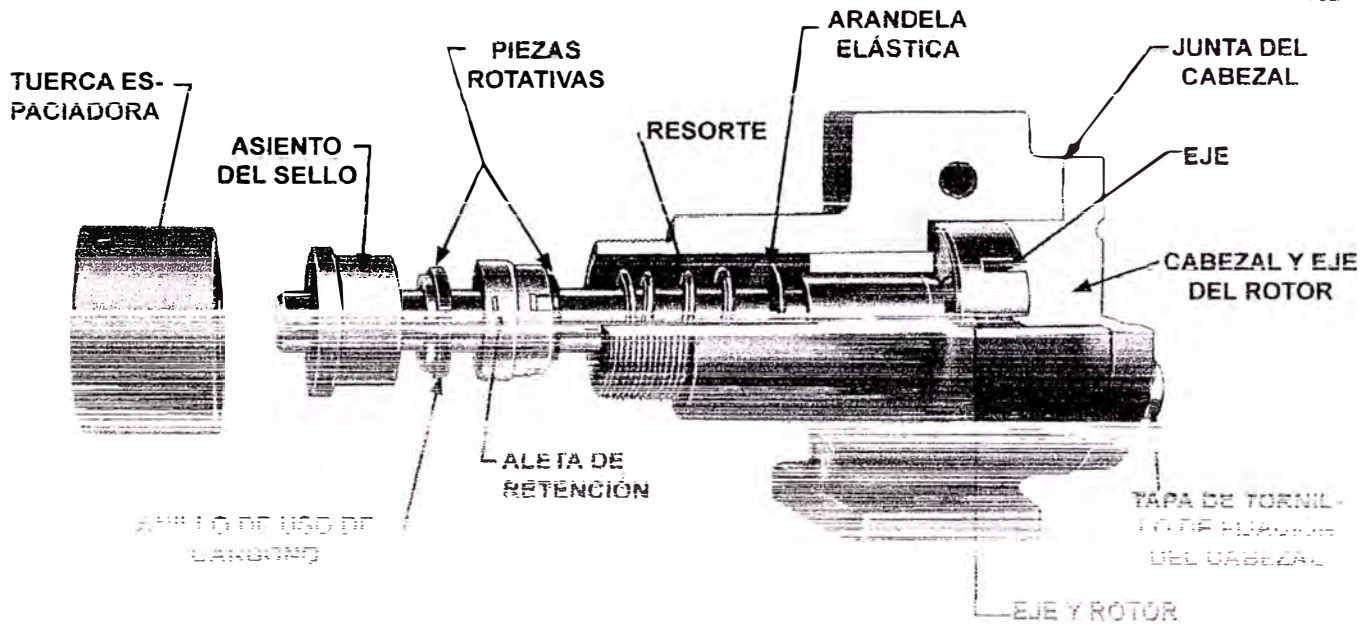

FIGURA 5
4. Cuando reensamble una bomba mecánicamente precintada, ubique la arandela elástica y el resorte en el eje. **vea la Figura 5, Página 4.** Aplique una fina capa de aceite al eje y al interior de la parte inferior de la goma de la pieza rotativa. Deslice la pieza rotativa hasta el final del eje.